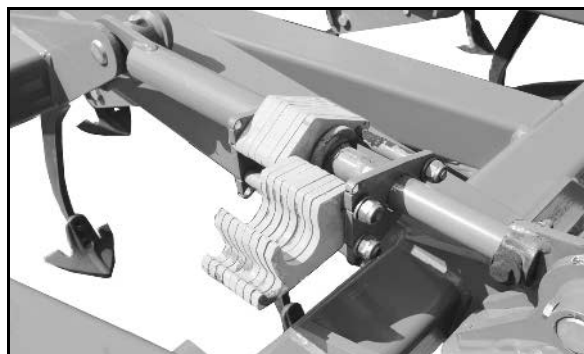

Fig. 50
- med støtte- eller følehjulene (Fig. 50).